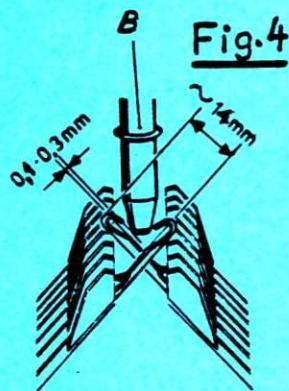

Fig.4
- a) Poner los carros en posición GX. En los extremos derecho e izquierdo, en las fronturas delantera y trasera, suba unas 10 agujas, según Fig. 4. Abra las lengüetas de las agujas.
- c) Al mover el carro sobre las agujas, el borde inferior de la cuña (B) debe de encontrarse bastante bajo en la cruz de las agujas, 0,1-0,3 mm, pero no debe tocar las agujas, según Fig. 4.